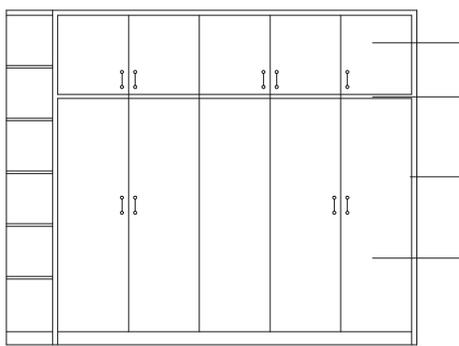

图 3-2-21
(1) 使用绘制直线命令 LINE 分别从需要进行文字说明的位置引出直线，如图 3-2-21 所示。